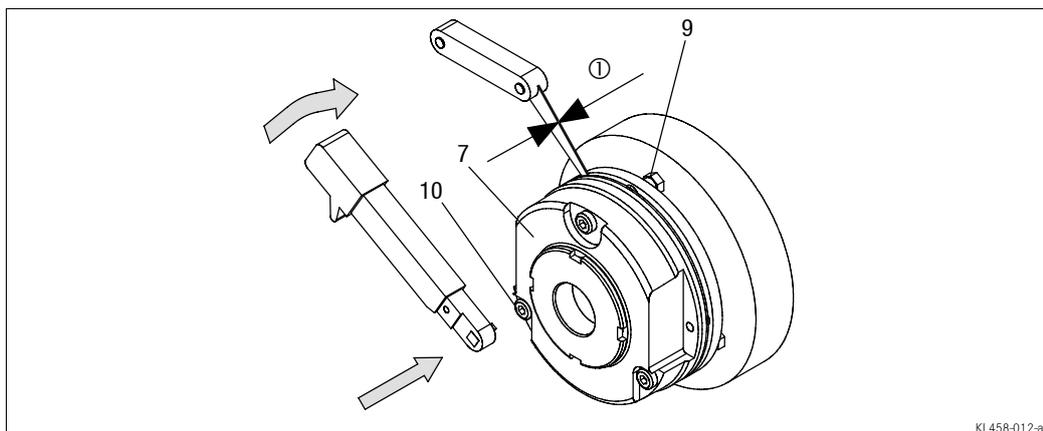

Fig. 8 Réglage du couple
6. Serrer les vis (10) uniformément. (couples voir tableau chap. 3.3 et Fig. 8).
7. Vérifier la course de déblocage " $s_{Lü\ nom}$ " à proximité des vis (10) à l'aide de la jauge d'épaisseur ($s_{Lü\ nom}$, voir tableau chap. 3.3 et Fig. 8).